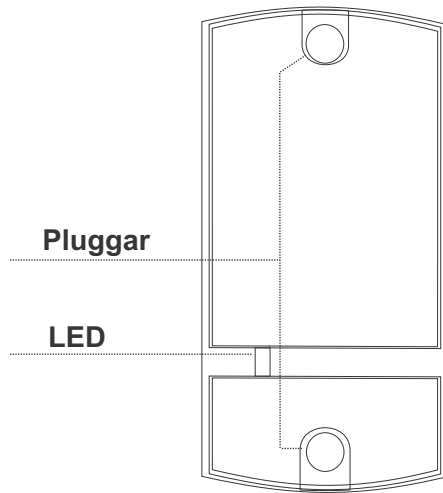

Bild 2
5. Förslut läsarkåpans öppningar med pluggar (bild 2).